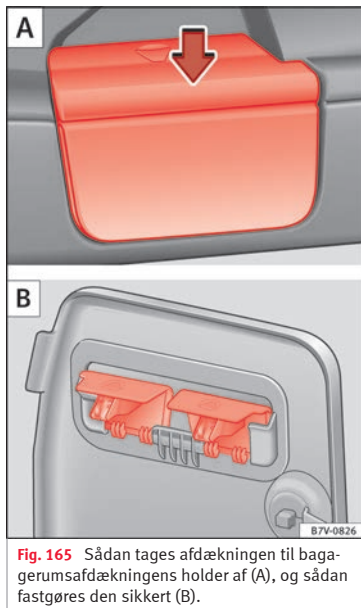

Fig. 165 Sådan tages afdækningen til bagagerumsafdækningens holder af (A), og sådan fastgøres den sikkert (B).
- Tag afdækningerne til holderne i sidebeklædningerne af ►► **Fig. 165 A**. Tryk i den forbindelse på afdækningen (pil) oppefra, og træk afdækningen af.
- Åbn opbevaringsrummet i sidebeklædningen bagest i venstre side af bagagerummet ►► **Side 168**, og hægt bagagerumsafdækningen på bagsiden af opbevaringsrummets afdækning ►► **Fig. 165 B**.